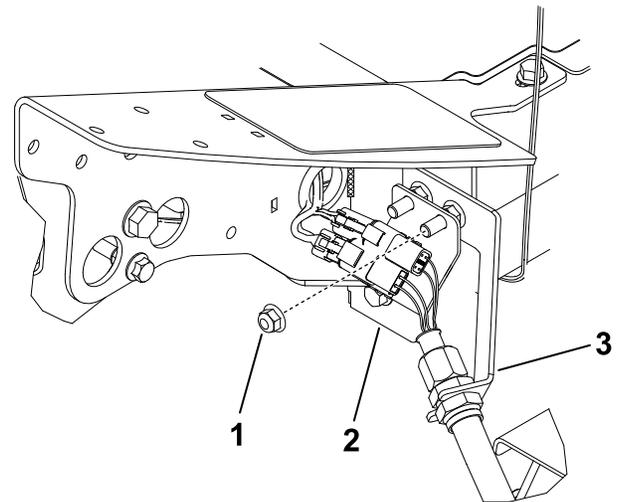

図 13
1. フレームの左前コーナー 4 番カッティングユニットの位置の、バルクヘッドブラケットをマシンに固定しているボルトについている余分のフランジナットを取り外す 図 13。
3. バルクヘッド取り付けボルトにコネクタプレートを通す。コネクタは 図 13 に示すように通す。